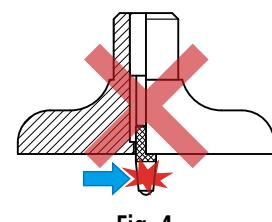

Fig. 4
1. No mueva el punto de contacto rápidamente ni aplique fuerza en la dirección transversal, de lo contrario, el funcionamiento y la exactitud pueden verse afectados negativamente. (Fig. 4)